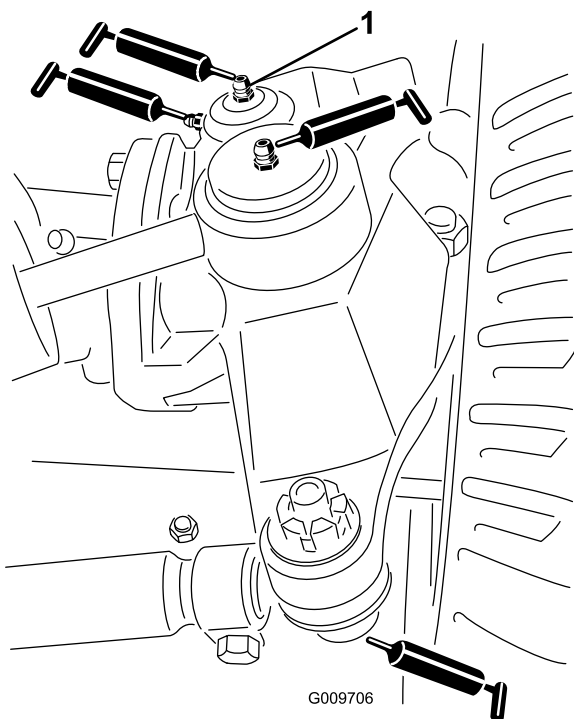

Figura 40
- Rótulas del cilindro de dirección (2), como se muestra en la Figura 40
- Rótulas de las bielas (2), como se muestra en la Figura 40
- Casquillos del pivote de dirección (2), como se muestra en la Figura 40